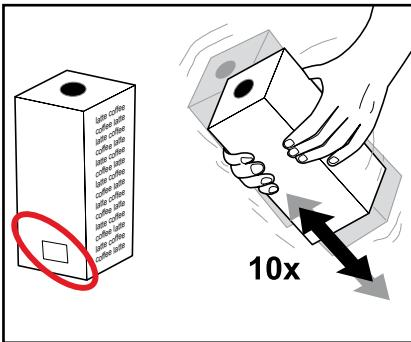

Рис. 2
- Соблюдать нанесенные на упаковки сроки годности. (Рис. 2)
- Перед установкой в автомат встряхнуть упаковку не менее 10 раз. (Рис. 2)